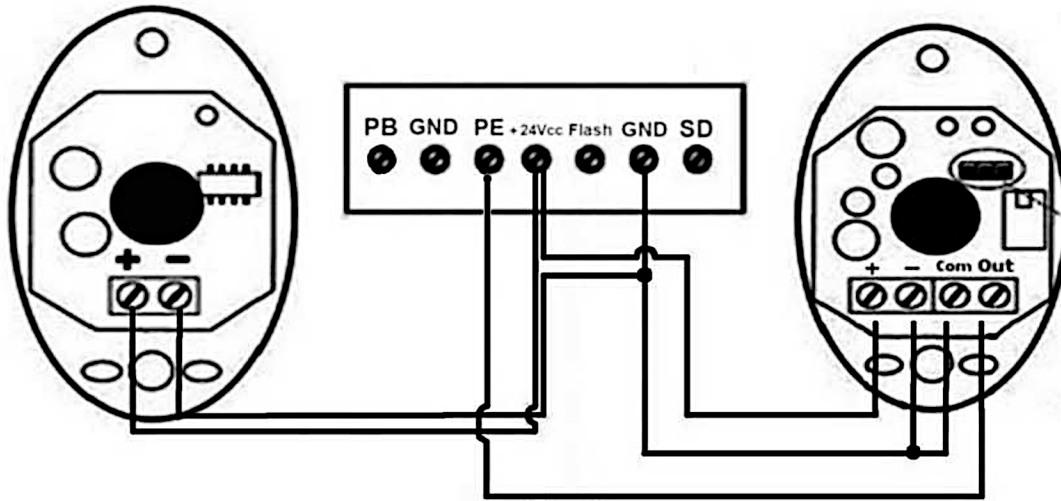

Fig.61
Las fotoceldas infrarrojas utilizan el contacto normalmente cerrado y debe estar conectado como se indica en la Fig.60 y Fig.61.
9.4.-Conexión de las Fococeldas (Opcional). (Fig.61)